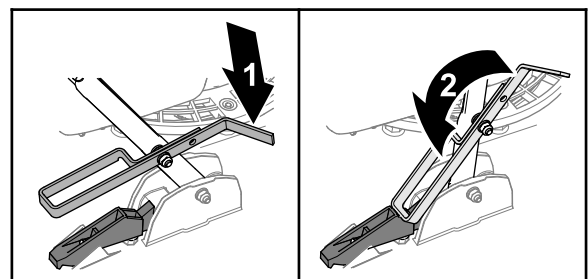

Bild 25
- Um den Holm zu entriegeln, heben Sie den Holm an und drehen Sie den Fußanschlag nach vorne (**Bild 25**).